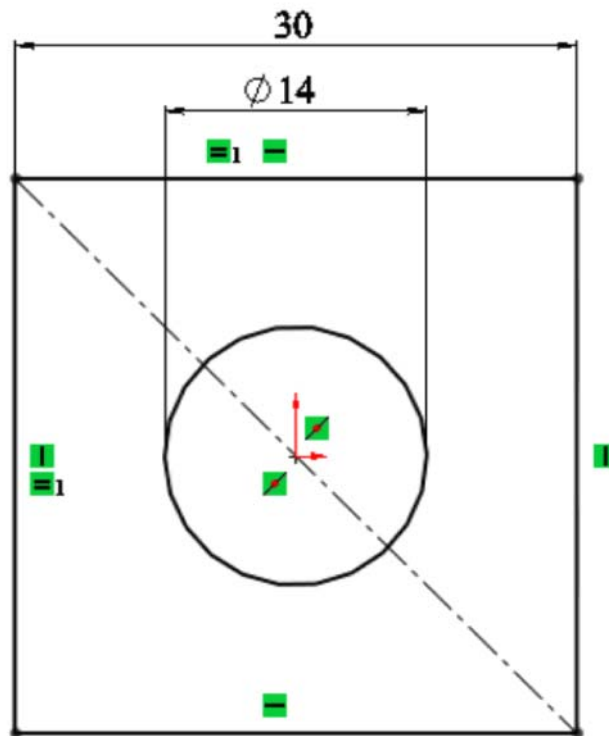

Рис. 2.26. Эскиз с размерами
9. Создайте эскиз с размерами, показанными на рис. 2.26;